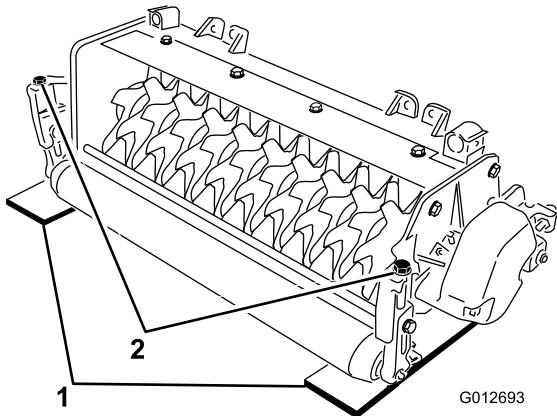

Bild 4
2. Legen Sie zwei Messlehren mit der gewünschten Bodeneindringung des Messers unter die Front- und Heckrolle der Vertikutierspindel (an jedem Ende der Spindel) (Bild 4).
3. Drehen Sie die Einstellschraube an jeder Schnithöhenhalterung (Bild 4) so ein, dass die Messerspindeln an beiden Enden die flache Oberfläche berühren.